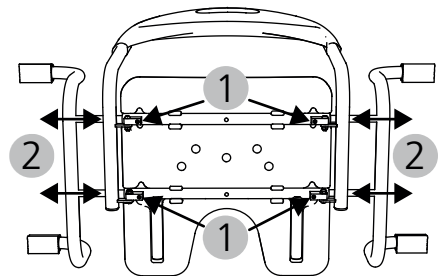

fig. 5
1. Il sedile per vasca da bagno va regolato sulla larghezza della vasca. A tale scopo allentare le 4 viti a testa esagonale sul lato inferiore del sedile con la chiave a brugola (4) fornita a corredo (fig. 5, 1).
2. Posizionare il sedile nella vasca ed estrarre contemporaneamente i due supporti laterali in modo che la gomma poggino completamente sul bordo vasca (fig. 5, 2).
3. Estrarre ora il sedile dalla vasca e stringere nuovamente le quattro viti (fig. 5, 1).